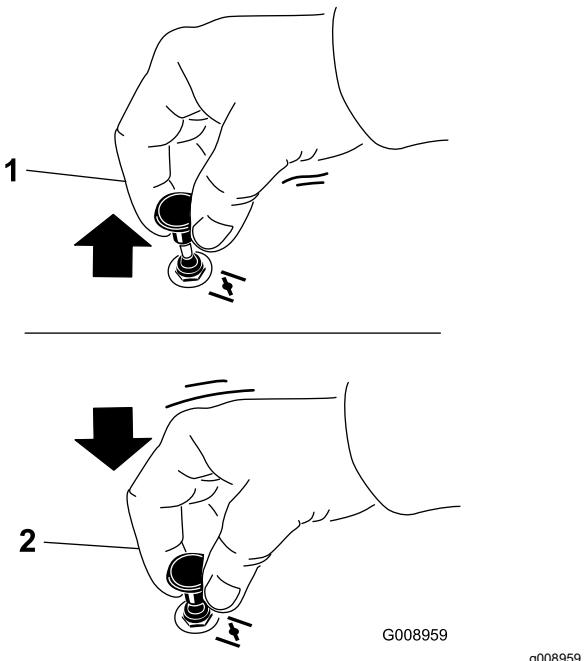

Figure 24
1. Tirez sur la commande du volet de départ pour engager celui-ci avant d'utiliser le commutateur d'allumage (Figure 24).
2. Poussez sur la commande pour désengager le volet de départ une fois que le moteur a démarré (Figure 24).